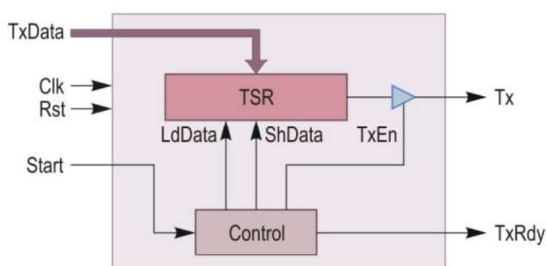

Figura 6.4. Schema bloc a transmițătorului serial UART.
Schema bloc a modulului transmițător este prezentată în figura 6.4. Intrările modulului sunt semnalul de ceas *Clk*, semnalul de resetare sincronă *Rst*, vectorul de opt biți *TxDData*, reprezentând octetul care trebuie transmis, și semnalul *Start*, reprezentând comanda de începere a transmisiei octetului de la intrarea *TxDData*. Ieșirile modulului sunt linia *Tx* pe care sunt transmise datele în mod serial și semnalul *TxRdy*, care indică prin starea sa activă faptul că transmisia octetului aplicat la intrare a fost terminată.
2. Creați un fișier sursă VHDL pentru modulul transmițătorului; numele acestui fișier poate fi, de exemplu, `uart_tx`. Porturile de intrare și de ieșire ale modulului sunt cele ilustrate în figura 6.4.